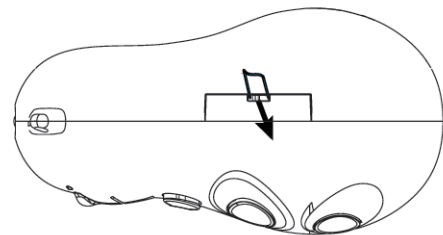

Fig. 4
1. Utilice una herramienta afilada, como un destornillador de punta plana para abrir el compartimiento de la batería como se muestra en la **Fig. 4**.